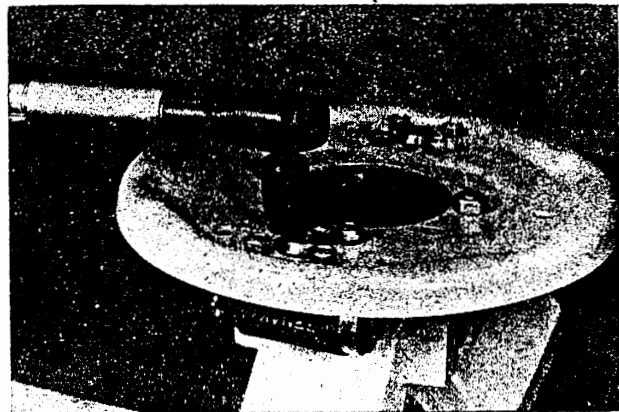

Bild B 6. Anbau der Radbremszylinder — Anzugsmoment
3. Die Sechskantschrauben M 8 × 14 TGL 0-933-10.9 der Radbremszylinder werden mit einem Anzugsmoment von 30⁺¹⁰ Nm (3⁺¹ kpm) befestigt (Bild B 6).